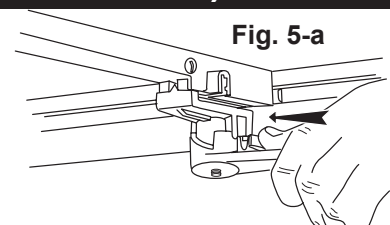

Fig. 5-a
Fixer l'attache au rebord de cargo en tirant la poignée à l'arrière (Fig. 5-a).
1. Seules les attaches avant comportent des fonctions de verrouillage. Tandis que la poignée est enclenchée (en position de fixation), enfoncer la languette de verrouillage sur la poignée pour engager le verrou. Se reporter à la Figure 5-a.